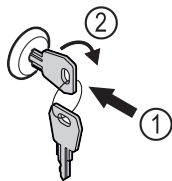

Fig. 114 Représentation à titre d'exemple
- Insérer la clé Fig. 114 (1).
- Tourner la clé à 90° dans le sens horaire Fig. 114 (2).